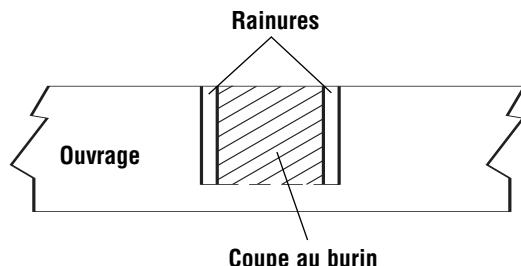

Figure 2. Rainure coupée grossièrement
- Utilisez un burin à bois ou effectuez des passes multiples faisant glisser le bois pour enlever le matériau entre les rainures extérieures (Figure 2).